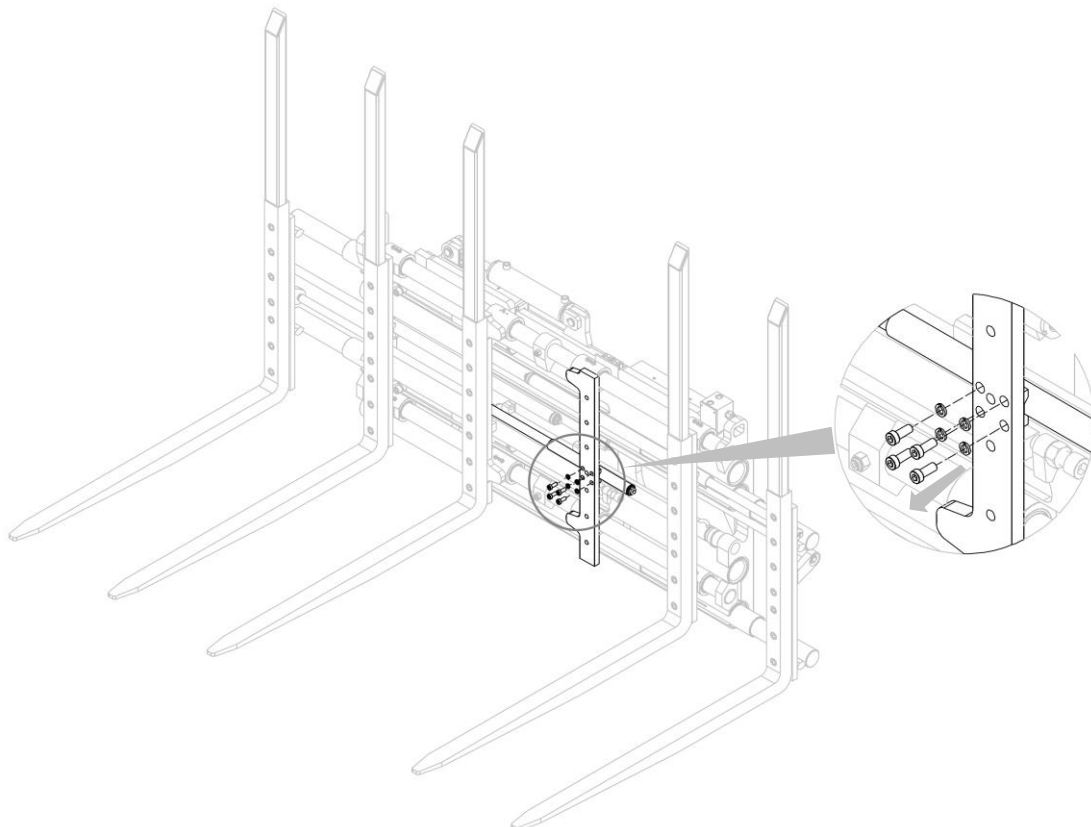

Figure 21
5. Retirer les vis qui lient le ressort à sa fourche (plus précisément au profilé de maintien de la fourche) et extraire le ressort de son logement en veillant à ne pas heurter les autres composants de l'équipement (voir *Figure 21*).